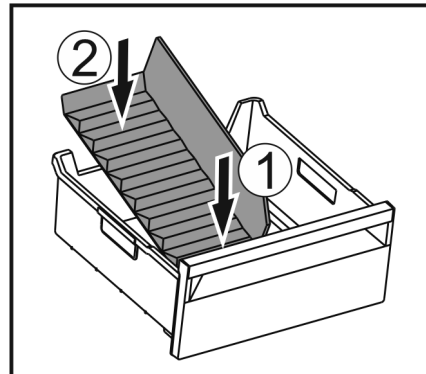

Fig. 184
- Поставете предната част на разделителя на отделението за лед. Fig. 184 (1)
- Спуснете задната част на разделителя на отделението за лед до дъното на чекмеджето. Fig. 184 (2)